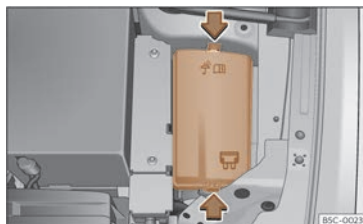

Abb. 218 Im Motorraum: Abdeckung des Sicherungskastens.
- Verriegelungstasten drücken, um die Abdeckung des Sicherungskastens >>> (Abb. 218) zu entriegeln.